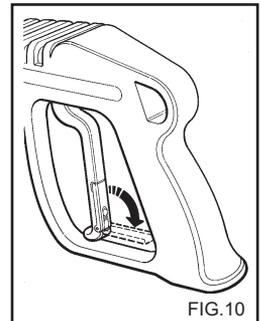

FIG.10
- Stäng fästets skyddskåpa när rengöringsmaskinen inte används.(fig.10)